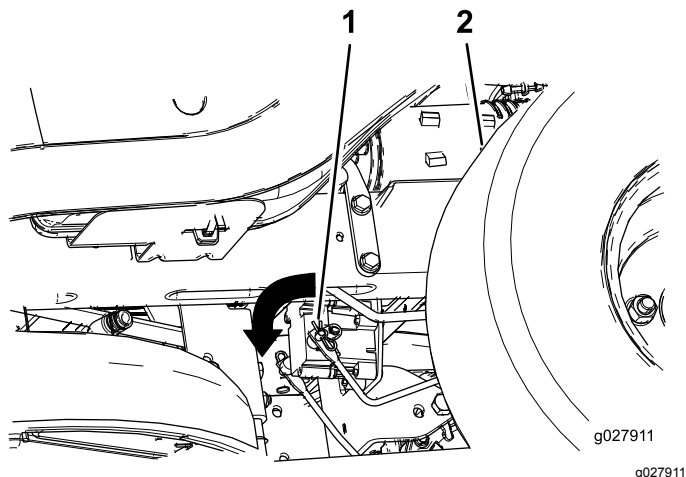

Рисунок 52
3. Найдите вал на электрическом тормозе, к которому подсоединены рычаги тяги тормоза (Рисунок 52).